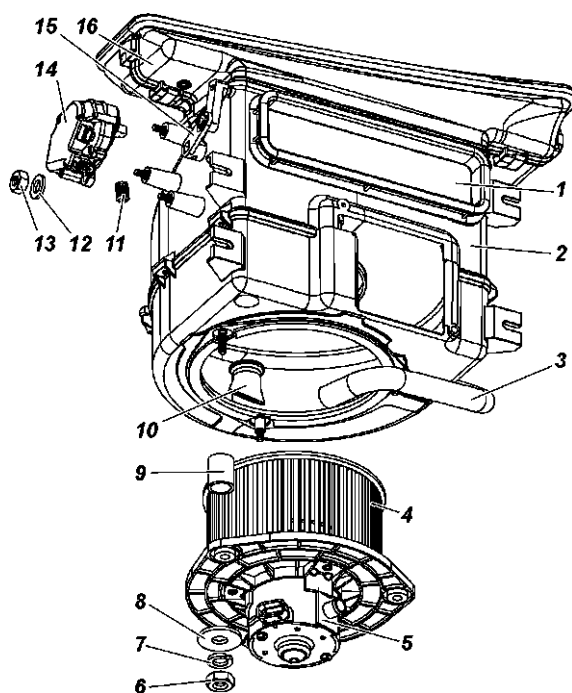

Рис. 15.34. Воздухозаборник:
7. Снятие управления заслонкой рециркуляции производится после демонтажа воздухозаборника. Отверните винт 11 (рис. 15.34), гайки 13 и снимите моторедуктор 14 привода заслонки 1 рециркуляции со шпилек.